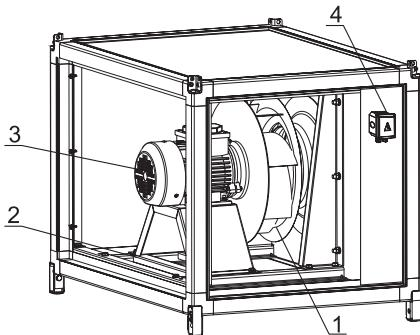

Рисунок 11
Вентиляторная секция (рис.11) предназначена для перемещения воздуха в установке RW-S и подачи (вывода) его в (из) обслуживаемое помещение. Выпускаются секции с фронтальным (F), верхним (U), нижним (I) и боковым (R, L) выбросом воздуха. В корпусе бокса на направляющих (2) крепится блок вентилятора состоящий из рабочего колеса (1) с назад загнутыми лопатками, расположенного непосредственно на валу асинхронного трехфазного электродвигателя (3). Подключение электродвигателя осуществляется в клеммной коробке (4), вынесенной на сторону обслуживания. Изменение производительности установки RW-S производится регулированием оборотов электродвигателя при помощи частотного регулятора.